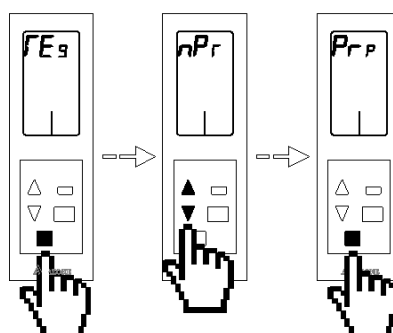

Fig. 98
- **Proporcionalidade nas grelhas/registos motorizados. REg.** Este menu permite ligar ou desligar a regulação proporcional nas grelhas/registos do sistema. A proporcionalidade regula em 4 passos a abertura ou fecho do registo em função do pedido de temperatura da zona, ajustando o caudal da mesma. Importante: A alteração deste endereço afecta todas as comportas motorizadas da instalação. Por defeito, o sistema aparecerá configurado sem proporcionalidade NPr. Se deseja proporcionalidade PRP, toque no botão de confirmação , o valor do menu ficará a piscar, indicando que está dentro do menu. Selecione a opção desejada com a ajuda das setas   e toque no botão de confirmação . Se deseja sair do menu toque no botão sair  para voltar ao menu anterior. (Fig. 98)